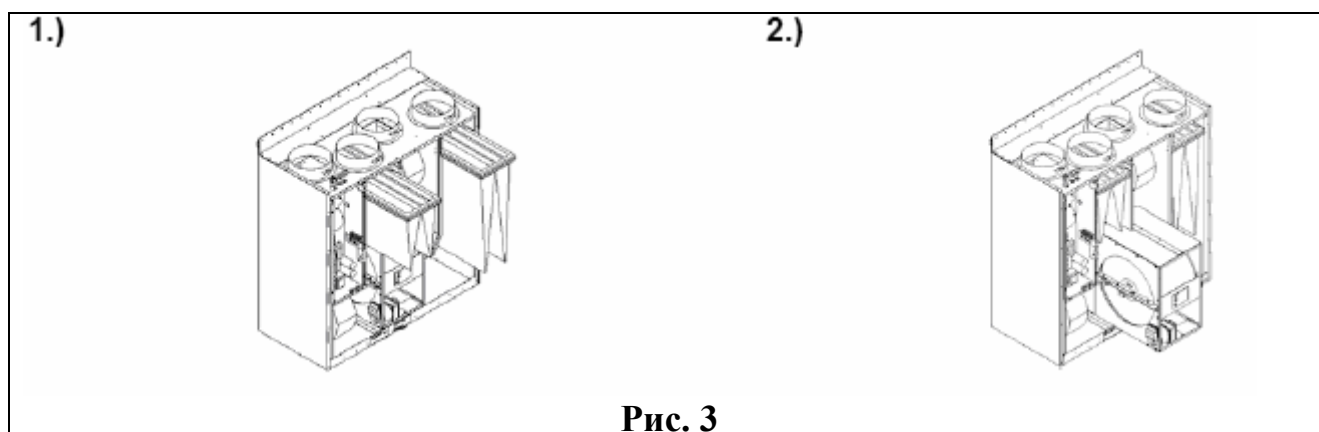

Рис. 3
Когда температура приточного воздуха превышает установленную температуру, ротор останавливается и не происходит утилизации тепла (летний режим). Если температура вытяжного воздуха становится ниже, чем наружная температура (например, помещение имеет охлаждение / установлено кондиционирование), агрегат автоматически включает утилизацию (охлажденного внутреннего воздуха). Вытяжной воздух будет тогда охлаждать приточный воздух в теплообменнике. Лампа (12, Рис. 3) горит, когда ротор не вращается.
Во время работы принудительной вентиляции от плиты (когда готовите еду) клапан в кухонной вытяжке открыт выключателем К, Рис. 3. В это же время вентиляторы будут автоматически переходить на Макс. скорость вентилятора. Вытяжка от плиты проходит прямо через вытяжной вентилятор, и не через теплообменник. Производительность вытяжного вентилятора тогда главным образом используется для вытяжки от плиты, но незначительный расход воздуха обдувается вытяжными решетками. Время открытия для клапана кухонной вытяжки может быть установлено от 5 до 60 минут. Клапан закрывается автоматически выбранному времени, или в ручную поворотом выключателя К в положение $\leftrightarrow$. Байпас клапана в агрегате закроется автоматически и вытяжной вентилятор переключиться на нормальную вентиляцию (Норм.).
Когда агрегат смонтирован в коммерческих зданиях, возможно, будет необходимо установить отдельный недельный таймер для автоматической дневной и ночной работы (сокращенная вентиляция). Если здание используется, когда активирован ночной режим, переключиться на дневной можно нажатием кнопки (13, Рис.3) на контрольной панели. Агрегат автоматически переключается обратно согласно установкам таймера после 3 часов.
Карманные фильтры нельзя отчистить, они должны быть заменены, когда необходимо. Срок эксплуатации между сменами фильтров должен быть переустановлен после их замены. Нажмите кнопку 13 (Рис. 3) примерно на 5 сек. Желтая лампа (14) и одна из зеленых ламп (6,7 или 8 в зависимости от выбранного срока эксплуатации) будут мигать несколько секунд.